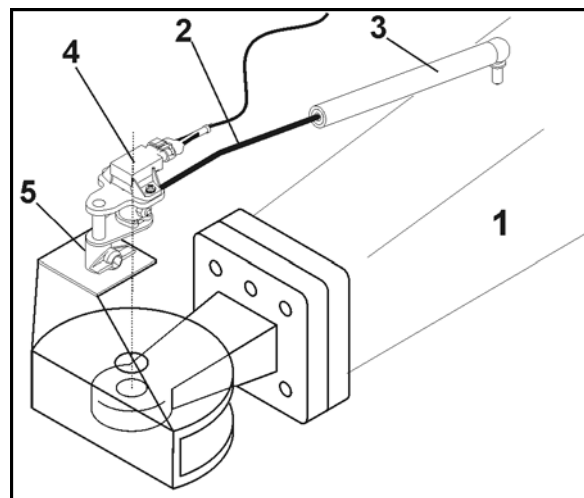

Bild 45
AutoTrail-släpstyrningen, för automatisk, praktiskt taget spårföljande släpstyrning, registrerar vinkelåget hos dragstången (Bild 45/1) i förhållande till traktorns körriktning.
1. Stick in vinkelstången (Bild 45/2) i plasthylsan (Bild 45/3).
2. Stick in vinkelgivaren (Bild 45/4) i mottagaranordningen (Bild 45/5).